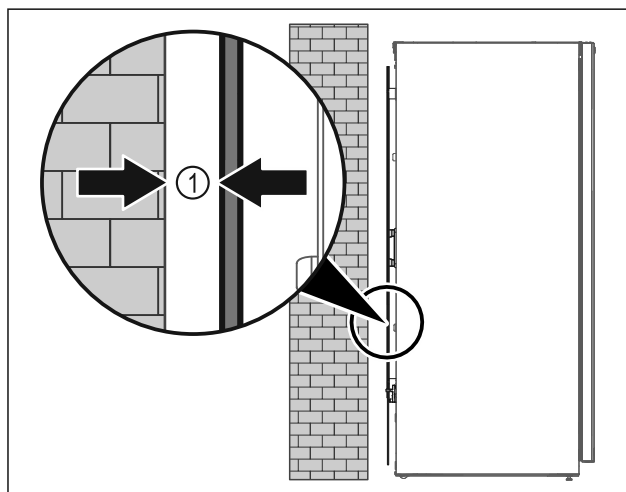

Fig. 6
- ▶ Ustavte spotřebič buď volně v místnosti nebo přímo u stěny v minimální vzdálenosti 5 mm Fig. 6 (1).